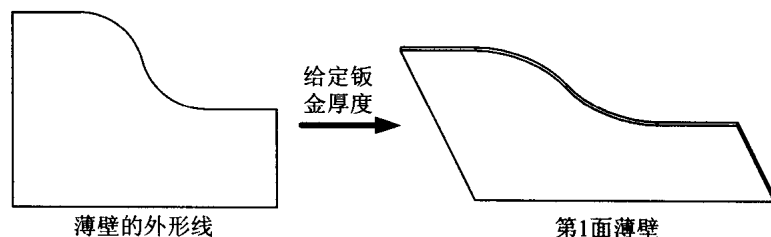

图 1.12
1. Flat(平整): 绘制薄壁的外形线(必须为封闭的线条), Pro/ENGINEER 在外形线内加入材料, 再按用户输入的钣金厚度值长成薄壁实体, 如图 1.12 所示。